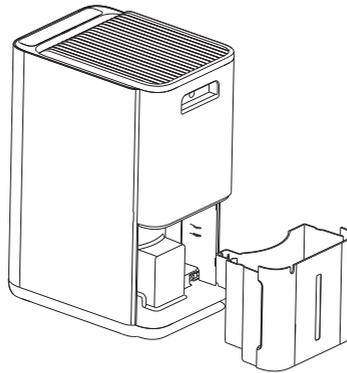

Рис. 3.
- A. **Слив вручную (Рис. 3).** Опорожните резервуар для воды вручную.